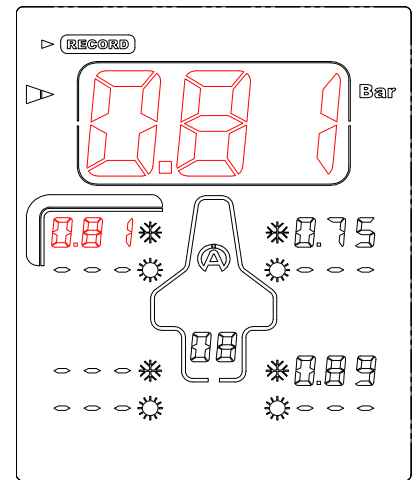

Abbildung 5
- 6) Drücken Sie die mittlere Taste **Ok**, um den gemessenen Druck zu speichern und gehen Sie mit dem Tyrecontrol weiter zum nächsten Messpunkt (Abbildung 5).